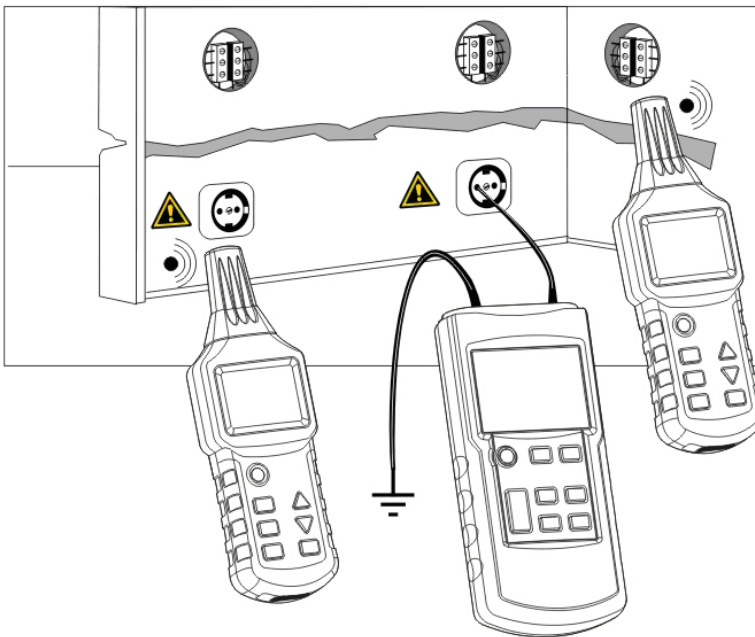

Fig.10
- Collegate l'emettitore alla fase e al filo di terra di protezione secondo la Fig.10.